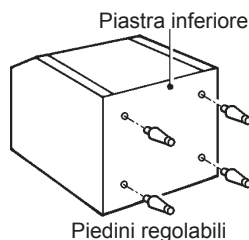

Fig. 3
- 1) Avvitare completamente i quattro piedini in dotazione (accessori del deposito) sulla parte inferiore del deposito di raccolta cubetti. Vedere Fig. 3.